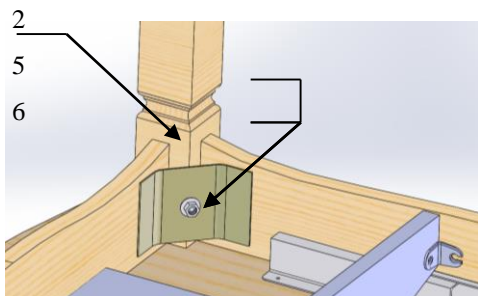

Рис. 3.
- Установить ногу (2) на столешницу с подстольем (1), вставив шпильку (3) в отверстие уголка подстоля – рис. 3.
- Закрепить ногу (2) посредством гайки (6) через шайбу (5) – рис.3.